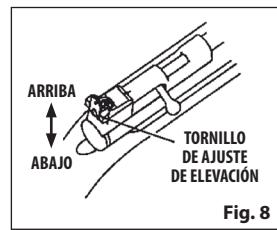

Fig. 8
- Se puede ajustar la mira trasera para tirar más alto o más bajo (elevación). Afloje el tornillo de elevación girándolo en sentido contrario al de las manecillas del reloj. Mueva la mira hacia arriba para que el diábolo golpee más alto en el blanco. Mueva la mira hacia abajo para que el diábolo golpee más bajo en el blanco. Luego, apriete el tornillo de ajuste de elevación girándolo en el sentido de las manecillas del reloj. (Fig. 8)